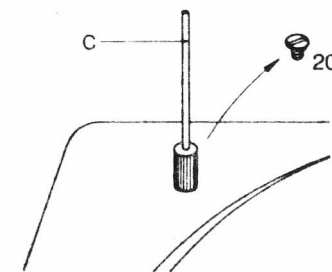

Fig. 3
sinistro della piastra (fig. 3), inserire al suo posto l'astina a vite (C) compresa nel LENCOCLEAN. La descrizione esatta per il montaggio è descritta anche nelle istruzioni d'uso ogni LENCOCLEAN.